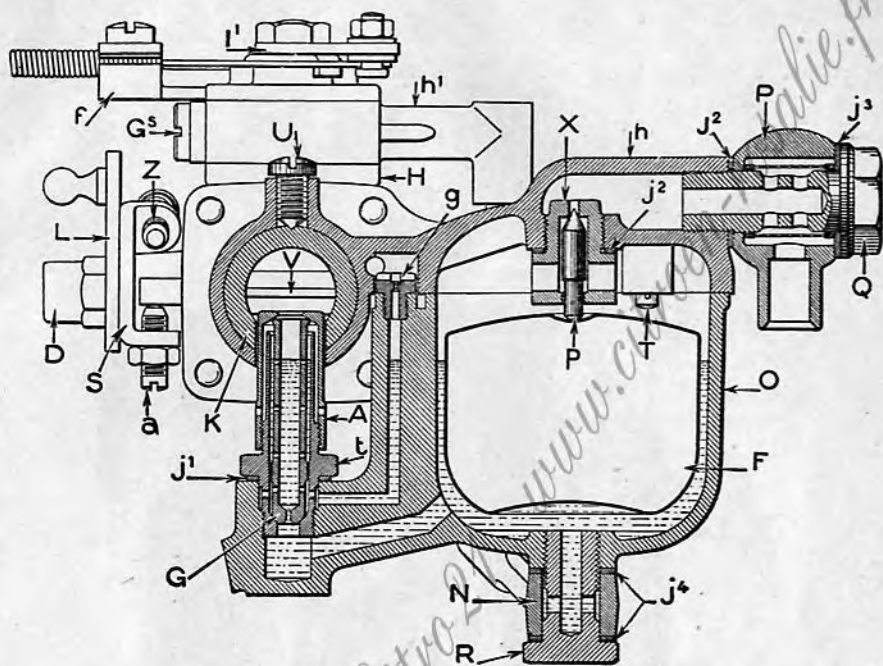

Fig. 4. — Coupe du carburateur horizontal type FH à starter.
Une vis de butée de ralenti (Z) fig. 4, solidaire du levier de commande, limite la fermeture du papillon, et fixe la vitesse du moteur au ralenti. En vissant cette pièce, le moteur tournera plus vite, en dévissant celle-ci, le moteur tournera moins vite.